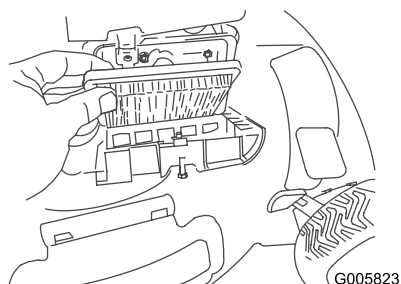

Figure 29
2. Remplacez le filtre à air (Figure 29).